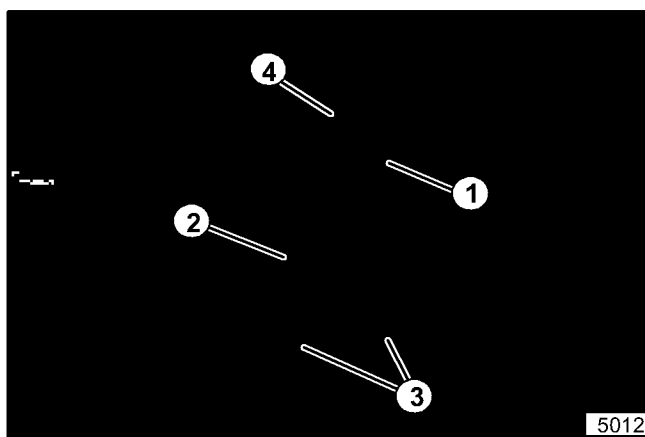

Abbildung 29. Stütze des Antriebswellenlagers
4. Die Stellschraube im Sicherungsring an der Antriebswelle entfernen (siehe Abbildung 29). Führen Sie ein Locheisen in das kleine Loch am Sicherungsring ein und klopfen Sie den Ring mit Hilfe eines Hammers im Uhrzeigersinn (entgegen der Motordrehrichtung) bis er lose ist (etwa 1/4 Umdrehung). Dann den Sicherungsring entfernen.